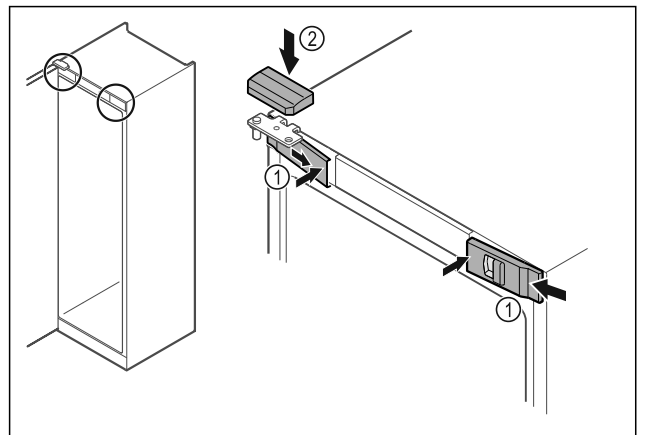

Fig. 54
- ▶ 从侧部挂入前盖板 Fig. 54 (1)并从内部将其卡紧。
- ▶ 从上方卡紧上盖板 Fig. 54 (2)。